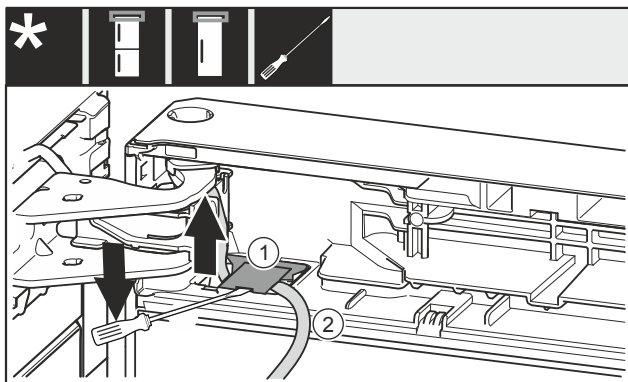

Fig. 20
- Con un cacciavite a intaglio Fig. 20 (1), sollevare la copertura e rimuoverla.
- Sfilare il cavo Fig. 20 (2).